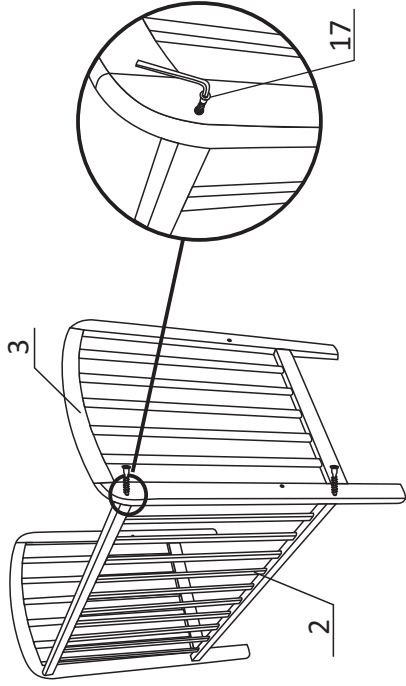

Рисунок 1
2. Собрать боковое ограждение заднее (2) со спинками (3) на 4 винта конфирмата (17), см.рис. 1.